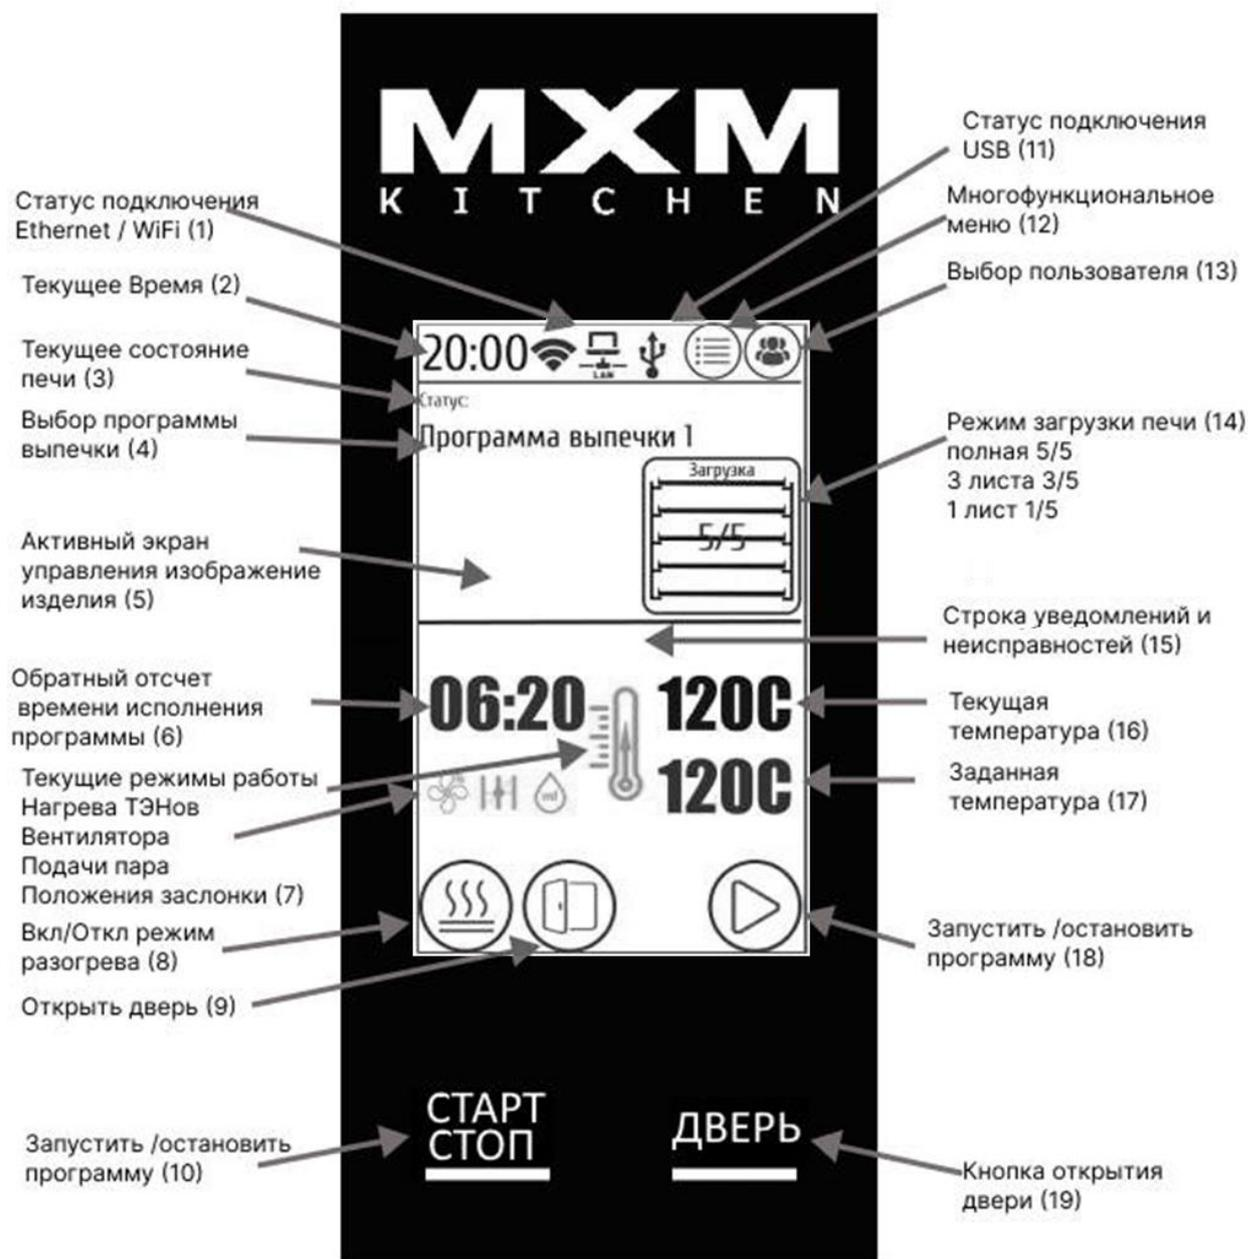

Рисунок 1. Панель управления печью конвекционной хлебопечарной.
Панель управления печи состоит из сенсорного экрана и органов управления: кнопка запуска и остановки программ выпечки рис.1 (10) и кнопки открытия дверцы рис.1 (19).
Запуск разогрева или перевода печи на холостой ход производится легким нажатием кнопки включения/отключения разогрева рис.1 (8).
В режим разогрева печь переводится легким нажатием кнопки «Вкл/Откл режим разогрева» см. рис.1 (8) расположенной на сенсорном экране печи. При включении режима разогрева кнопка рис.1 (8) меняет свой статус, а в строке статуса печи отображается надпись: «Разогрев печи». Печь начинает набор температуры до заданного программой значения рис.1 (17).
ВНИМАНИЕ! Перед началом выпечки убедитесь в правильности выбора программы выпечки рис.1 (4), а также количества листов загрузки изделий рис.1 (14).
В режим холостого хода печь переводится легким нажатием кнопки «Вкл/Откл режим разогрева» рис.1 (8) расположенной на сенсорном экране печи. При переводе печи в данный режим кнопка рис.1 (8) меняет свой статус, а в строке статуса печи отображается надпись: «Ожидание действия». Печь останавливает набор температуры, отключает конвекцию, вытяжку и внутреннее освещение.
В режим выпечка печь переводится легким нажатием кнопки «Запустить/Остановить программу» рис.1 (18) расположенной на сенсорном экране печи или (предпочтительнее) кнопкой рис.1 (10). При запуске программы выпечки кнопка рис.1 (18) меняет свой статус, а в строке статуса печи отображается надпись: «Выпечка изделий». Печь начинает выполнение программы выпечки изделий рис.1 (4), при этом ход выполнения программы отображается на панели управления (обратный отсчет времени выпечки рис.1 (6), текущая температура рис.1 (16), заданная температура шага рис.1 (17), статус работы нагревательных элементов, вращение вентилятора, положение заслонки, подача пара рис.1 (7).
ВНИМАНИЕ! Перед началом выпечки убедитесь в правильности выбора программы выпечки рис.1 (4), а также количества листов загрузки изделий рис.1 (14). При НАЛИЧИИ СООТВЕТСТВУЮЩИХ ПРАВ ДОСТУПА пользователю разрешается останавливать выпечку изделий, а также открытие дверцы печи во время исполнения программы.
В режим мойка печь переводится путем входа в многофункциональное меню печи – нажатие на кнопку рис.1 (12) панели управление, далее необходимо выбрать пункт меню «Мойка печи» и в следующем меню выбрать требуемый вариант мойки печи: 1-ИНТЕНСИВНАЯ, 2-ЕЖЕДНЕВНАЯ, 3-БЫСТРАЯ. 4-ОПОЛАСКИВАНИЕ. После выбора варианта мойки панель управления изменит свой внешний вид. Запуск процесса мойки осуществляется нажатием на
кнопку («Запустить/Остановить программу» рис.1 (18) расположенной на сенсорном экране печи или (предпочтительнее) кнопкой рис.1 (10). При запуске мойки печи кнопка рис.1 (18) меняет свой статус, а в строке статуса печи отображается надпись: «Выпечка изделий». Печь начинает выполнение соответствующей программы мойки печи рис.1 (4), при этом ход выполнения программы мойки отображается на панели управления (обратный отсчет времени рис.1 (6), текущая температура рис.1 (16), заданная температура рис.1 (17), статус работы нагревательных элементов, вращение вентилятора, положение заслонки, подача пара рис.1 (7).
Информационными полями являются группа индикаторов рис.1 (7) «режимы работы», которые отображают работу ТЭНов, вентилятора, клапана подачи пара, положения заслонки. Также на экране отображается текущая температура печи рис.1 (16), заданная температура рис.1 (17), объем загрузки печи рис.1 (14), программа выпечки рис.1 (4), состояние печи рис.1 (3), обратный отсчет времени исполнения программ рис.1 (6), текущее время рис.1 (2), статус подключения рис.1 (1)
ВНИМАНИЕ! Следует обращать особое внимание на появление в строке рис.1 (15) каких-либо неисправностей извещать о неисправностях сервисные службы, не допускать работу печи (выпечку изделий) при наличии каких-либо неисправностей.
Перед включением режима разогрева убедитесь в правильности выбранной программы выпечки изделия рис.1 (4), освободите печь от пекарских листов, в данном режиме печь должна быть свободной.
В режим разогрева печь переводится легким нажатием кнопки «Вкл/Откл режим разогрева» рис.1 (8) расположенной на сенсорном экране печи. При включении режима разогрева, кнопка рис.1 (8), меняет свой вид, а в строке статуса печи отображается надпись: «Разогрев печи». Печь начинает набор температуры до заданного программой значения рис.1 (17).
Чтобы запустить процесс выпечки нажмите кнопку «Запустить/Остановить программу» (18) расположенную на сенсорном экране печи или (предпочтительнее) кнопку «Старт/Стоп» рис.1 (10). При запуске программы выпечки кнопка (18) меняет свой вид, а в строке статуса печи отображается надпись: «Выпечка изделий».
В печи ПКХП используется интерактивный интерфейс взаимодействия с пользователем для редактирования, удаления, копирования и загрузки программ выпечки. Доступ к соответствующему меню производится нажатием на кнопку «многофункционального меню» рис.1 (12). Пользователю отобразится экран с пунктами меню в котором необходимо выбрать пункт «ПРОГРАММЫ», при этом откроется программы выпечки. Выберите нужную программу или создайте новую, далее в зависимости от вашего выбора выйдет либо меню действий, либо (если вы выбрали создать новую программу) экран редактирования программы.
Чтобы запустить мойку печи нажмите кнопку «Запустить/Остановить программу» рис.1 (18) расположенную на сенсорном экране печи или (предпочтительнее) кнопку «СТАРТ/СТОП» рис.1 (10). Начнется процесс мойки печи, по окончании которого печь перейдет в исходное состояние – готовность к выпечке.
Выбор требуемого пользователя производится нажатием пиктограммы рис.1 (13) расположенной на сенсорном экране в правом верхнем углу. При выборе пользователя печь запросит пароль, введите правильный пароль, и система предоставит вам доступ к разрешенным для вас функциям.
По окончании работы убедитесь, что внутри печи отсутствуют листы загрузки и продукция, войдите в много функциональное меню рис.1 (12) и выберите пункт «Выключить печь». При не подключенной телеметрии рекомендуется также отключить печь от сети питания посредством автоматических выключателей в щите управления, либо отсоединить печь от сети вынув вилку, а также перекрыть кран подачи воды.